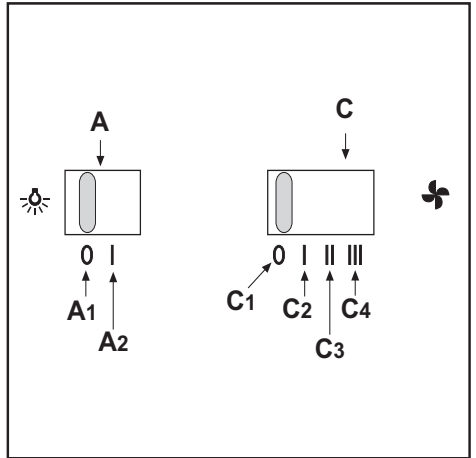

Fig.9
• **COMANDI:**(Fig.9) **MECCANICI** la simbologia è di seguito riportata: